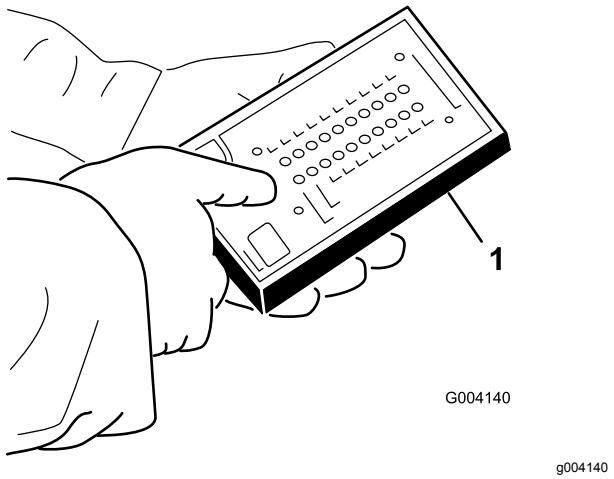

Figura 21
4. Ligue o conector do visor ACE de diagnóstico ao conector de diagnóstico (Figura 21).